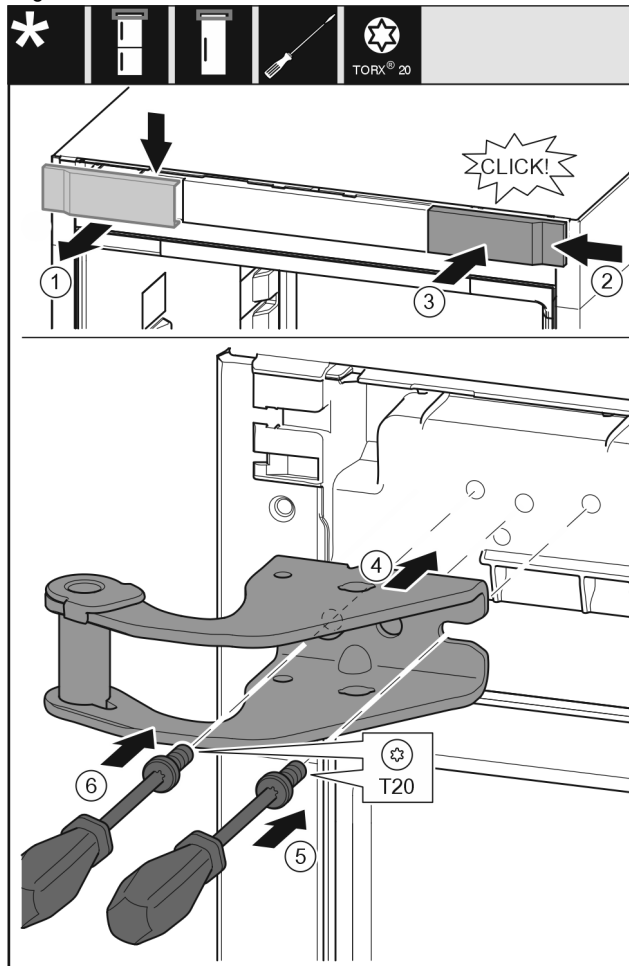

Fig. 10
- ▶ Abdeckung von oben nach vorne abnehmen. Fig. 10 (1)
- ▶ Abdeckung um 180° gedreht auf der anderen Seite von rechts einhängen. Fig. 10 (2)
- ▶ Abdeckung einrasten. Fig. 10 (3)
- ▶ Oberen Lagerbock ansetzen. Fig. 10 (4)
- ▶ Schraube mit Schraubendreher T20 ansetzen und festdrehen. Fig. 10 (5)
- ▶ Schraube mit Schraubendreher T20 einsetzen und festdrehen. Fig. 10 (6)